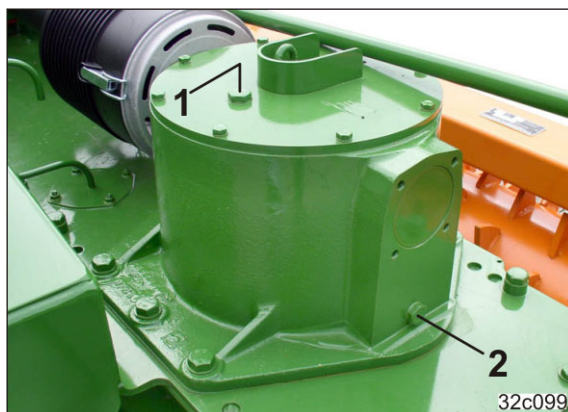

図 133
オイルゲージ ( 図 133/1 ) には換気バルブが備わっています。
2. オイル排出ねじ ( 図 133/2 ) を回して